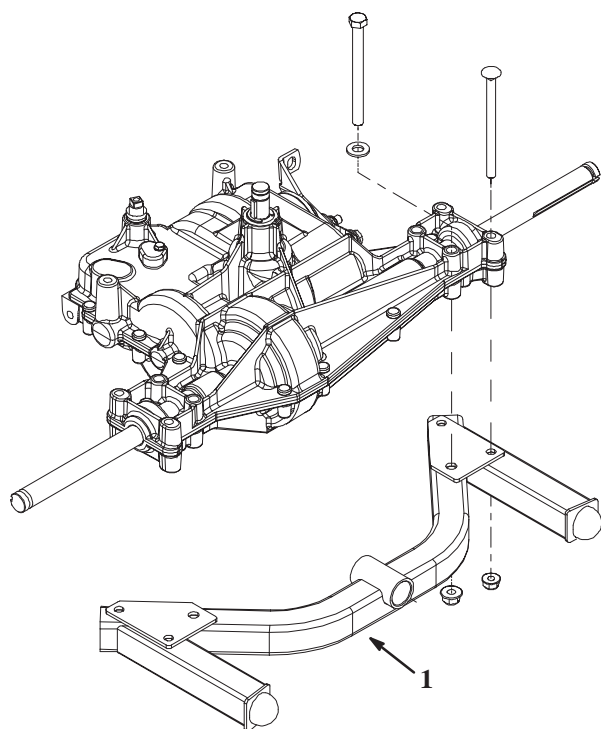

Figure 3
6. Soulevez l'attelage du sulky pour le placer sur les boulons neufs. Positionnez-le comme illustré à la Figure 3.
7. Fixez l'attelage à la boîte-pont avec (4) écrous de 5/16 pouce et (2) écrous de 3/8 pouce (Fig. 3).